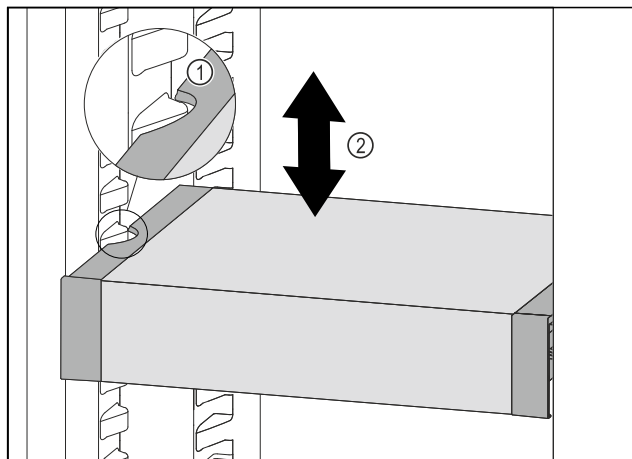

Fig. 183
- Тяните VarioSafe вперед, пока боковые выемки VarioSafe не окажутся на высоте выступа резервуара в холодильном отделении. *Fig. 183 (1)*
- Двигайте VarioSafe в холодильном отделении вверх или вниз, пока не будет достигнута требуемая высота. *Fig. 183 (2)*